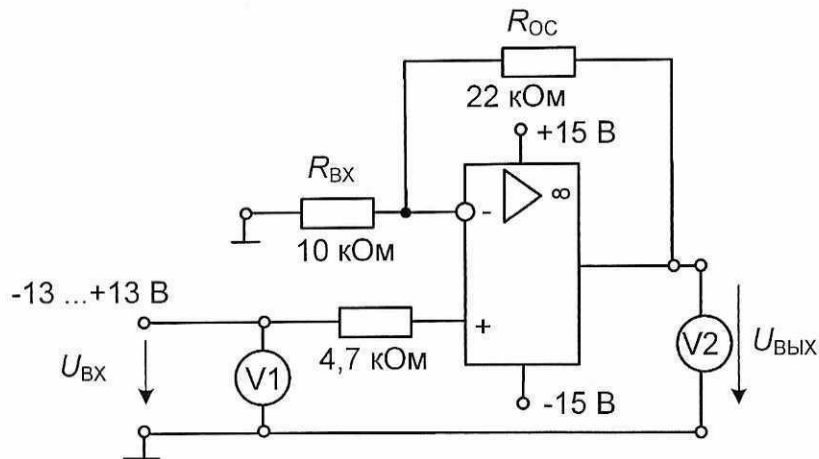

Рис. 3.5.4
- Соберите цепь неинвертирующего усилителя (рис. 3.5.4), и снова измерьте выходное напряжение $U_{\text{ВЫХ}}$ при тех же значениях сопротивления отрицательной